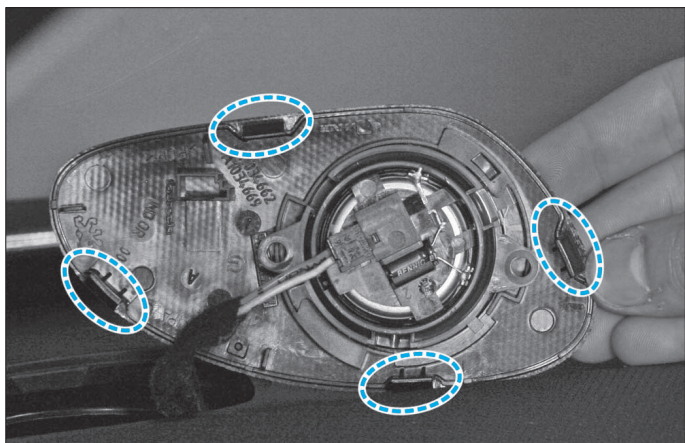

FIG. 45
• Déposer l'ensemble grille et tweeter du système audio (Fig.45).